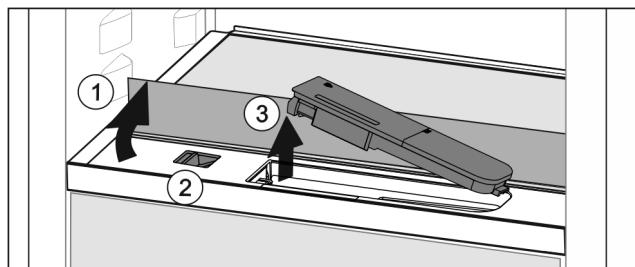

Fig. 56
- Поднять стеклянную панель и откинуть до упора назад Fig. 56 (1).
- Сдвиньте ползунок Fig. 56 (2) влево.
- Вынуть бак для воды Fig. 56 (3).